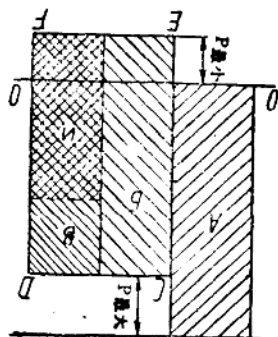

图 4 铰刀直径的公差。
3. 制造公差 铰刀直径的公差范围, 是因加工孔的公差而确定的。 A 代表孔的公差, CD 线代表铰刀直径的上限差(如图4)。孔径上限为铰刀直径的上限差与最大颤动量 $P_{最大}$ 之和。 EF 线代表铰刀直径的下限差, $P_{最小}$ 代表最小颤动量。 CD 和 EF 之间就是铰刀的公差范围, 用字母 B 表示。考虑到铰刀的磨损, 使公差范围